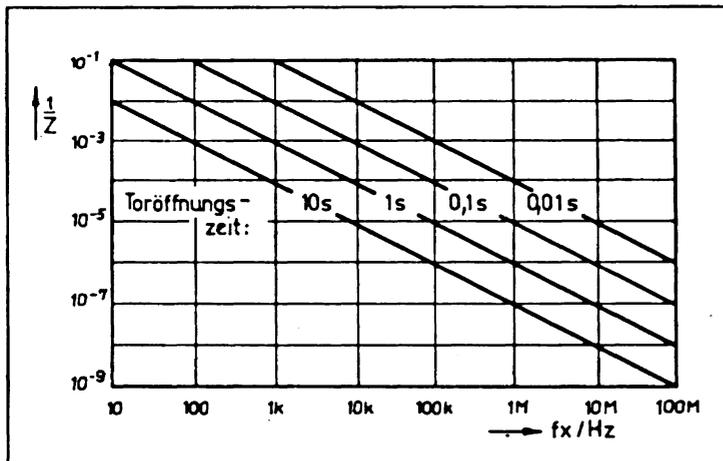

Bild 15: Quantisierungsfehler
- $\pm \frac{1}{Z}$: Quantisierungsfehler nach Bild 15